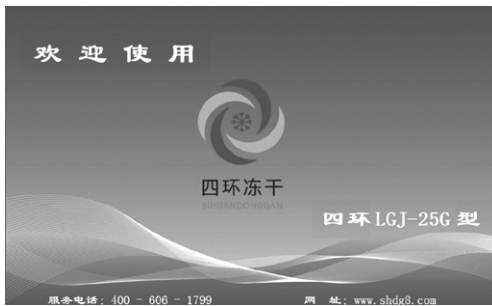

图 1 欢迎界面
- 一. 打开总电源开关，系统经过几秒钟初始化后，显示屏上显示欢迎界面，如下图 1 所示。单击欢迎界面上的任何位置，“嘀”一声响后系统自动转入下一屏“操作选择界面”，如图 2。